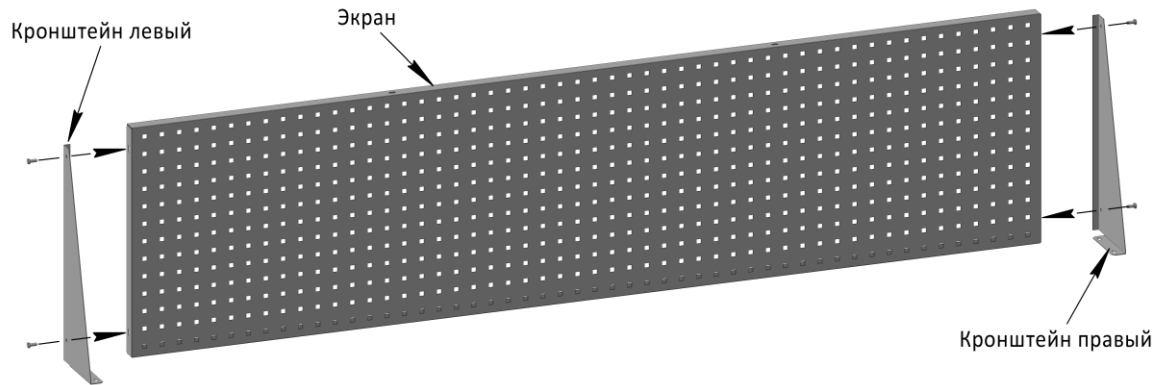

рис.6
5. Установить кронштейны с боковых сторон экрана, соединить элементы при помощи 4-х болтов M6x16, но не затягивая их рисунок 6.